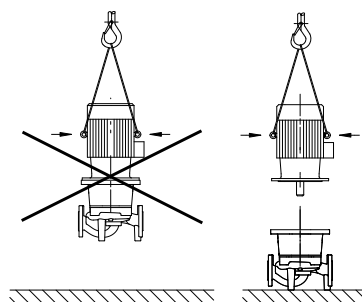

Fig. 8: Transport motorja
- Transportna ušesca na motorju smete uporabljati samo za transport motorja, ne pa celotne črpalke (Fig. 8).